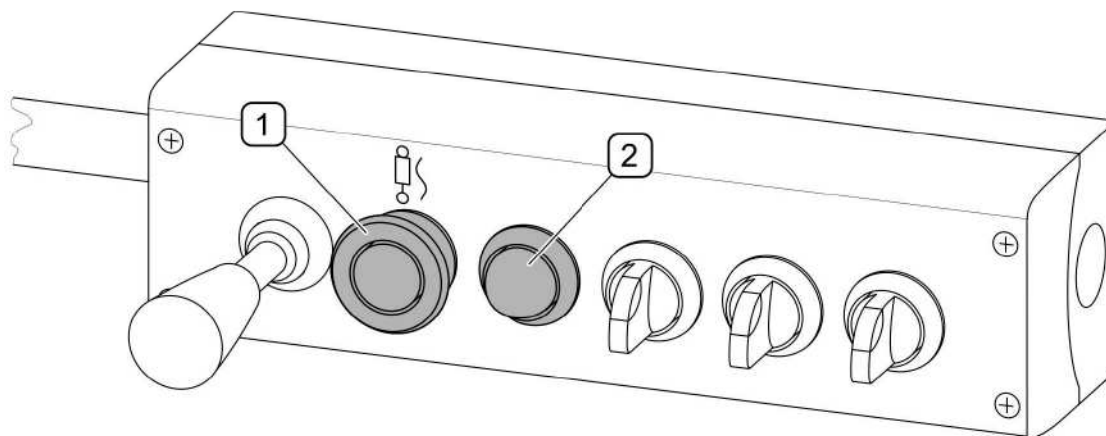

РИСУНОК 4.13 Выключатель плавающей функции
(1) - выключатель плавающей функции; (2) - лампочка сигнализации включения плавающей функции.
Плавающая функция (РИСУНОК 4.13) включается кнопкой (1). О включении плавающей функции сообщает лампочка (2) зеленого цвета. При очередном нажатии на кнопку (1) происходит выключение плавающей функции и сигнальной лампочки (2). Плавающая функция позволяет копировать рельеф поверхности во время очистки от снега, т.е. система подвески плуга приспособляется к неровностям поверхности. Плавающая функция предохраняет плуг от повреждения в ходе работы.